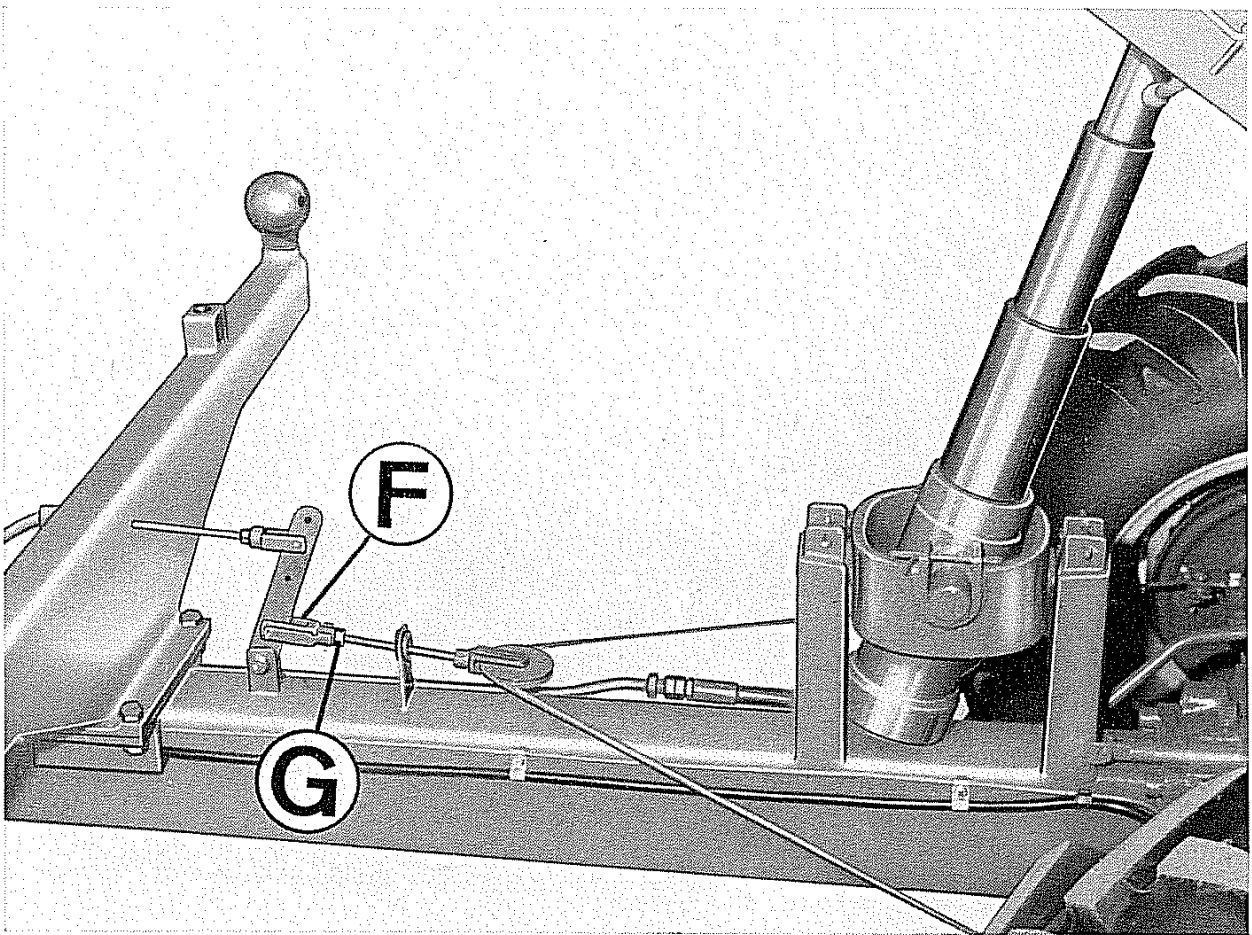

Fig. 26 - Registrazione frenatura di soccorso e stazionamento
- Separare la forcella **F** (fig. 26).